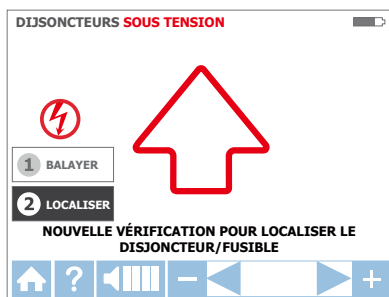

Figure 3.3d : Mode LOCALISATION – Recherche de disjoncteurs/fusibles corrects
1. Sélectionnez le mode LOCALISATION à l'aide des flèches directionnelles et appuyez sur le bouton jaune ENTRÉE (Figure 3.3d).